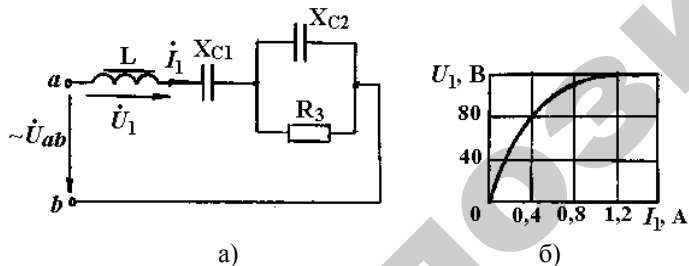

Рис. 5.8.
5.4.2. Схема цепи (рис. 5.8,а) содержит индуктивную катушку с ферромагнитным сердечником, ВАХ которой по действующим значениям тока и напряжения изображена на рис. 5.8,б. Цепь питается от синусоидального напряжения, значения сопротивлений линейных элементов: